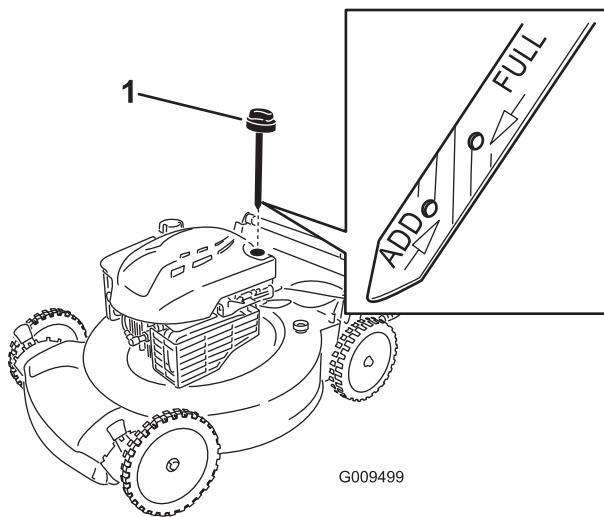

Figure 25
3. Retirez la jauge (Figure 25).
10. Observez le niveau d'huile indiqué par la jauge (Figure 25).